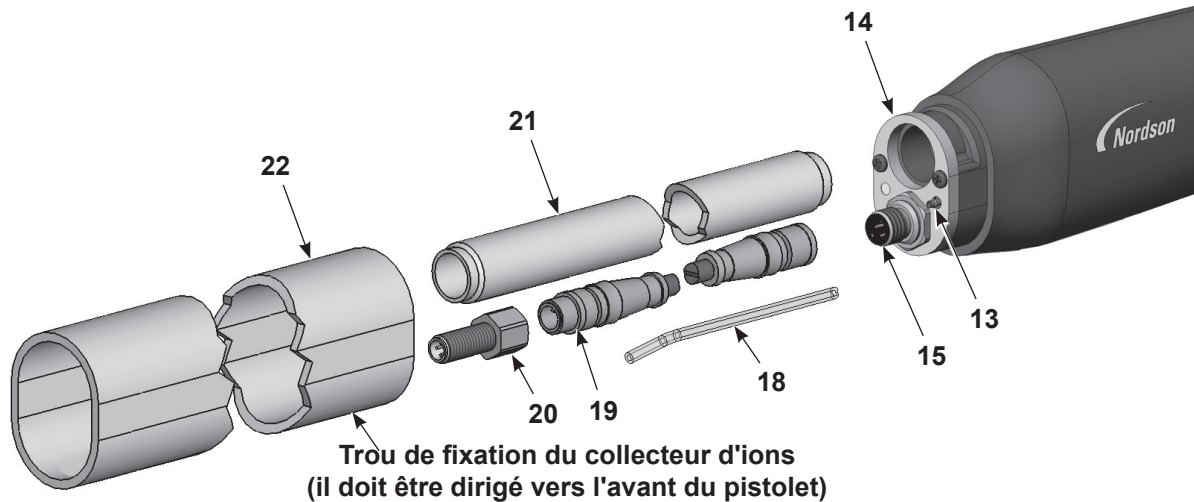
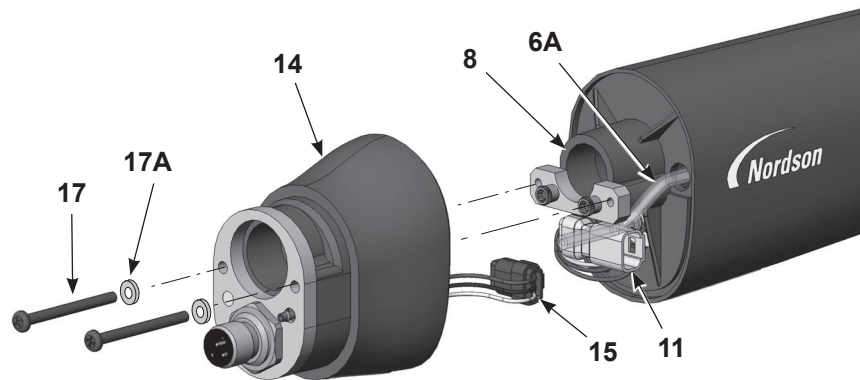
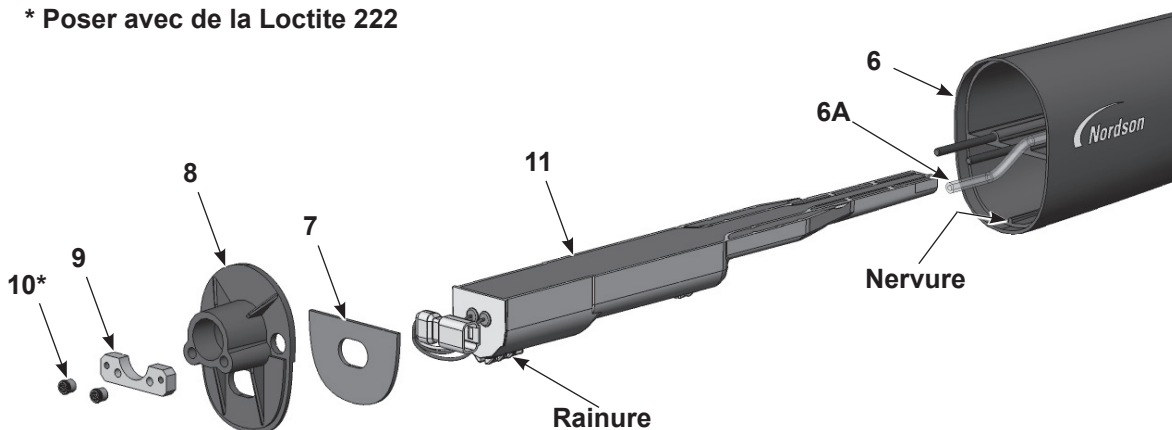

Figure 18 Démontage du pistolet à fixation sur tube 2 sur 5
Figure 19 Démontage du pistolet à fixation sur tube 3 sur 5
Figure 20 Démontage du pistolet à fixation sur tube 4 sur 5
7. Voir la Figure 18. Retirer le tube de fixation (22) de l'arrière du corps (14) et au-dessus du tube de serrage (21).
9. Débrancher le câble prolongateur (19) du faisceau de la prise (15).
10. Débrancher le tuyau à air transparent de 4 mm (18) du raccord cannelé (13).
11. S'il faut remplacer le câble prolongateur, retirer sa prise (20). Si non, les laisser branchés.
12. Voir la Figure 19. Retirer les deux vis à six pans creux (17) et les rondelles freins (17A) de l'arrière du corps du pistolet (14).
13. Tirer prudemment l'arrière du corps du pistolet suffisamment loin de la paroi de séparation (8) pour débrancher le faisceau d'alimentation électrique (11) du faisceau de la prise (15) et le tuyau de l'ensemble filtre (6A) du raccord cannelé à l'intérieur de l'arrière du corps.
14. Voir la Figure 20. À l'aide d'une clé hexagonale de 1/8", retirer les deux vis à six pans creux (10) et la plaque taraudée (9) de la paroi de séparation (8). Retirer ensuite la paroi de séparation du corps du pistolet (6) en faisant passer le faisceau d'alimentation électrique à travers celle-ci.
15. Faire glisser le bloc d'alimentation électrique (11) hors du corps du pistolet.
17. Le joint plat (7) est collé à la paroi de séparation avec un adhésif autocollant. Remplacer le joint plat par un neuf s'il est endommagé.
1. Voir la Figure 20. Installer le bloc d'alimentation électrique (11) dans le corps du pistolet (6) en adaptant les nervures du corps du pistolet dans les rainures sur le bloc d'alimentation. Insérer fermement le bloc d'alimentation électrique dans le corps du pistolet.
2. Faire passer le faisceau d'alimentation électrique à travers la paroi de séparation (8), puis monter la paroi de séparation et la plaque taraudée (9) sur les goujons du corps du pistolet. Appliquer du vernis bloque-écrou Loctite 222 sur les écrous à six pans (10) et les visser sur les goujons. Serrer les écrous à 0,45 N•m (64 inch-ounces) avec une clé hexagonale de 1/8".
3. Voir la Figure 19. Raccorder le faisceau de la prise (15) au faisceau d'alimentation électrique (11). Faire entrer les connecteurs du faisceau (11, 15) dans l'arrière du corps du pistolet dans les positions illustrées.
4. Raccorder le tuyau de l'ensemble filtre (6A) au raccord cannelé à l'intérieur de l'arrière du corps. Faire passer un éventuel supplément de tuyau transparent dans le corps du pistolet, puis monter l'arrière du corps sur la paroi de séparation avec les vis (17) et les rondelles frein (17A).
5. Voir la Figure 18. Visser le tube de serrage (21) dans l'arrière du corps (14).
6. Raccorder le câble prolongateur (19) au faisceau de la prise dans l'arrière du corps.
7. Raccorder le tuyau transparent de 4 mm (18) au raccord cannelé sur l'arrière du corps.
8. Orienter le tube de fixation (22) avec le trou du collecteur d'ions dirigé vers l'avant du pistolet.